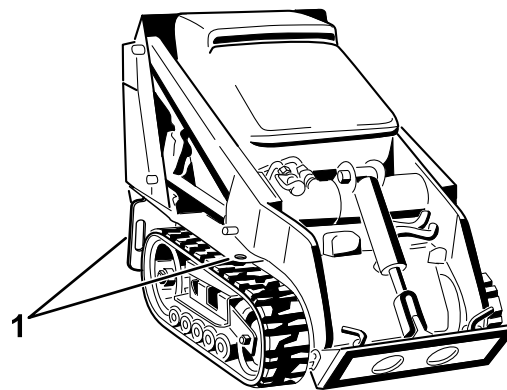

図 21
- 機体についているロープ掛けポイントを使い、チェーンやロープ、ワイヤなど適切なものでしっかりと機体をトレーラに固定する図 21。ロープ掛けや積荷固定については各地域の法令などに従ってください。
ロープ掛けポイントを吊り上げポイントとして利用することができます 図 21を参照。